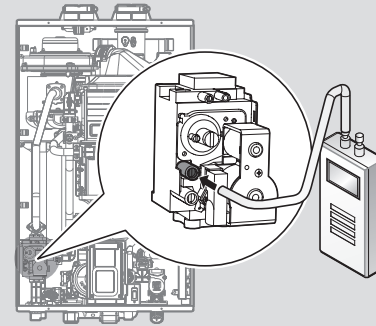

Figura 9
- a. Abra el orificio de presión de desviación, para hacerlo suelte el tornillo dos vueltas, como se muestra en la Figura 9.